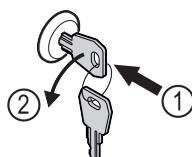

Fig. 177
- Вдавити ключ. Fig. 177 (1)
- Повернути ключ на 90° проти годинникової стрілки. Fig. 177 (2)